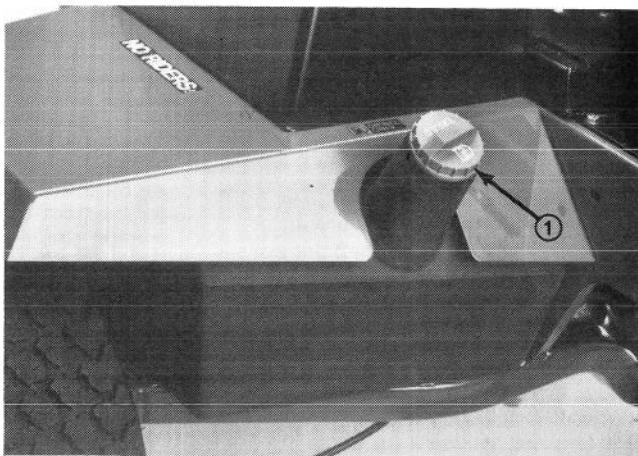

Figura 12
2. Rimuovete il tappo del serbatoio del combustibile (Figura 12) e riempite il serbatoio con gasolio #2 fino a 25 mm dall'orlo del serbatoio e *non del bocchettone di riempimento*. NON SUPERATE IL LIMITE SOPRA INDICATO.